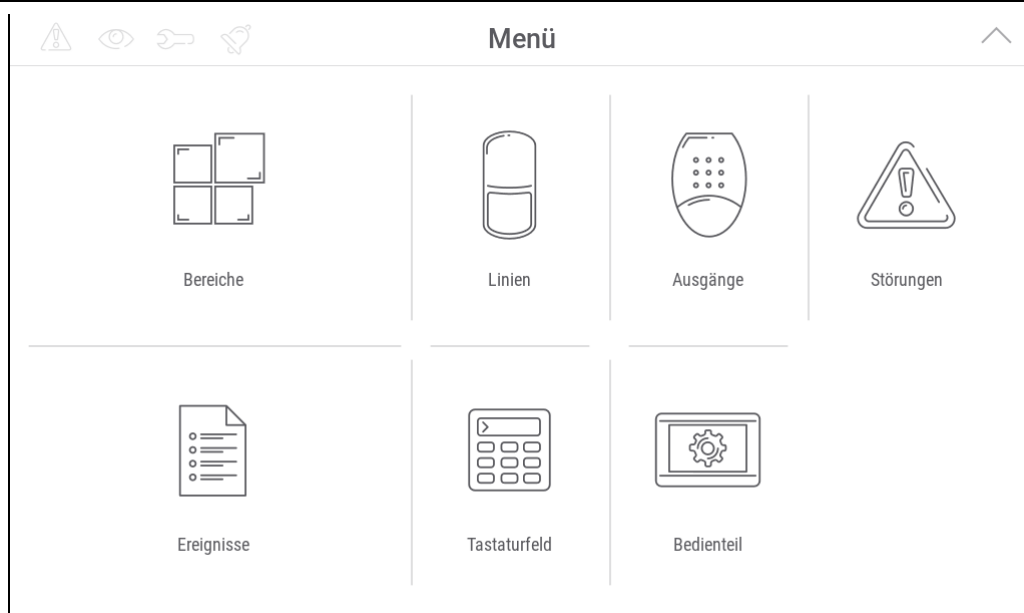

Abb. 20. Hauptbildschirm des Benutzermenüs.
3. Geben Sie das Servicekennwort ein (werkseitig 12345) und tippen Sie auf . Es wird der Hauptbildschirm des Benutzermenüs angezeigt (Abb. 20).